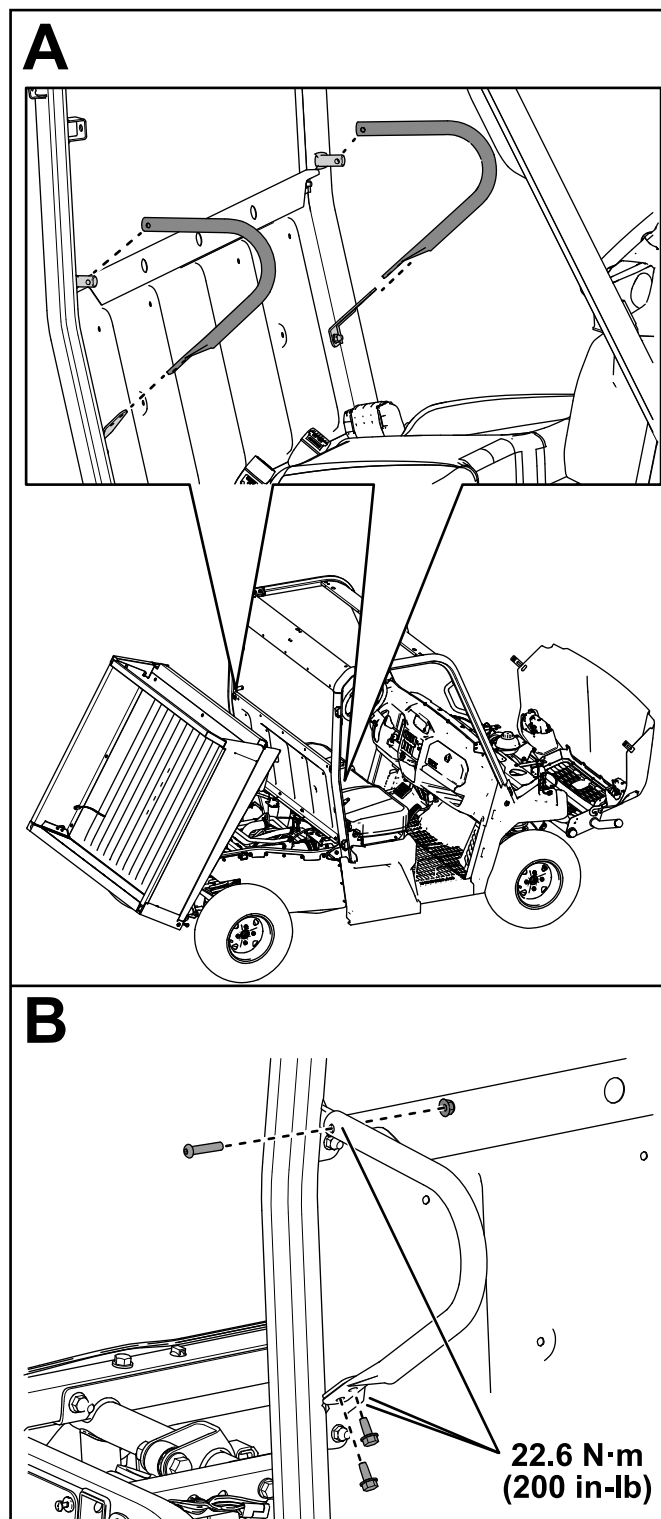

Figura 21
16. Fije las 2 barras de seguridad de los hombros en los conjuntos traseros de la barra antivuelco con 4 tornillos autorroscantes (5/16" x 3/4"), 2 pernos de cabeza de botón (5/16" x 1 1/2") y 2 contratuercas (5/16"), como se muestra en la Figura 21.
Apriete las contratuercas (5/16") a 22,6 N·m, tal y como se muestra en la Figura 21.